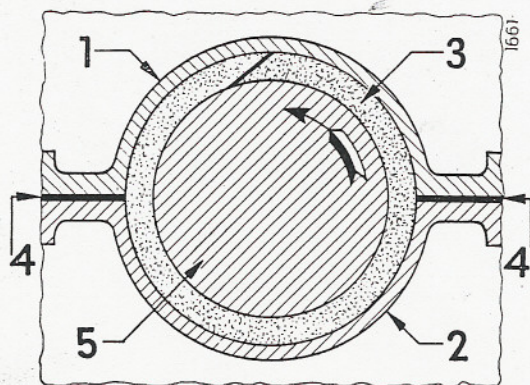

Figure 88
Installez la bague d'arrêt d'huile graphitée (3, fig. 88) dans la partie supérieure du support de telle manière que les parties biseautées se trouvent vers le dessus la pointe inférieure vers la gauche.
Posez la moitié supérieure du support (1) de telle manière que la bague (3) se loge exactement dans la rainure et que les 2 bouts se rejoignent (fig. 88).